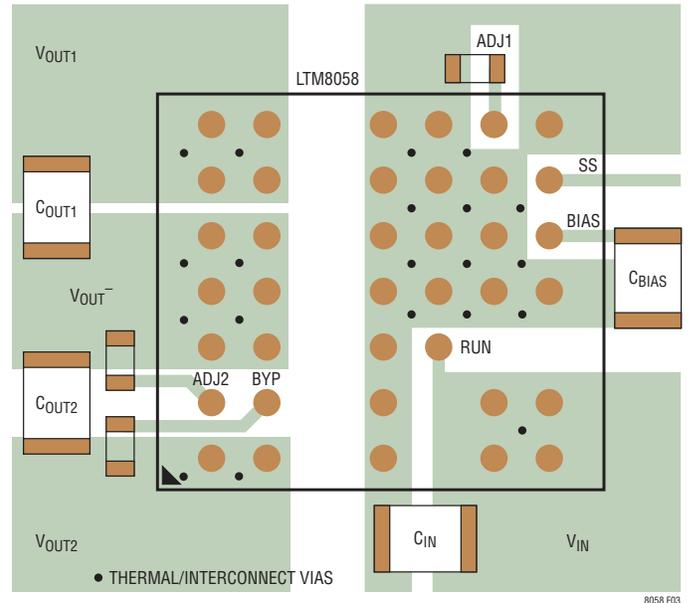

図3. 推奨外部部品、プレーン、およびサーマル・ビアを示すレイアウト
レイアウトについては図3を参照してください。接地とヒートシンクに問題がないことを確認します。
6. ビアを使って、GND 銅領域をボードの内部グラウンド・プレーンに接続します。これらの GND ビアを多数分散配置して、プリント回路基板の内部プレーンへの十分なグラウンド接続と熱経路の両方を与えます。図3のサーマル・ビアの位置と密度に注意してください。サーマル・ビアは内部の電力処理部品に近接しているので、これらの位置で内部の GND プレーンに接続するビアによって提供される放熱効果により、LTM8058 はメリットを受けることができます。サーマル・ビアの最適個数はプリント回路基板の設計に依存します。たとえば、ある基板では非常に小さなビア孔を使うことがあります。この場合、大きな孔を使う基板に比べて多くのサーマル・ビアを採用します。